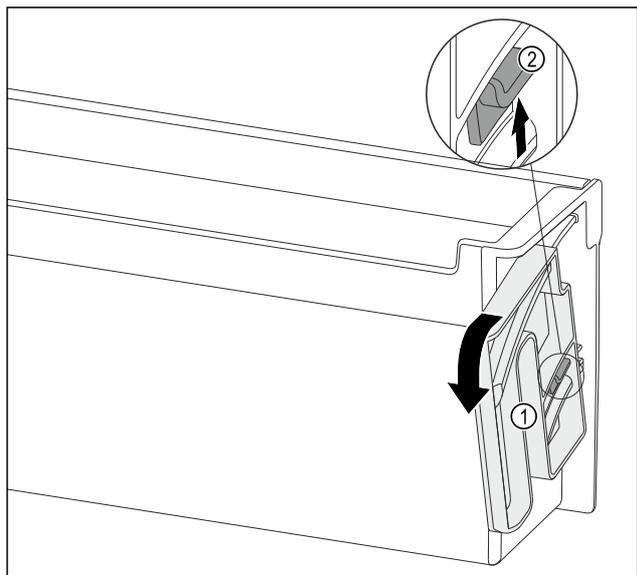

Fig. 96
- ▶ 沿指定方向将旋转单元 Fig. 96 (1) 转动到底。
- ▶ 向上按压凸舌 Fig. 96 (2) 并取出旋转单元 Fig. 96 (1)。